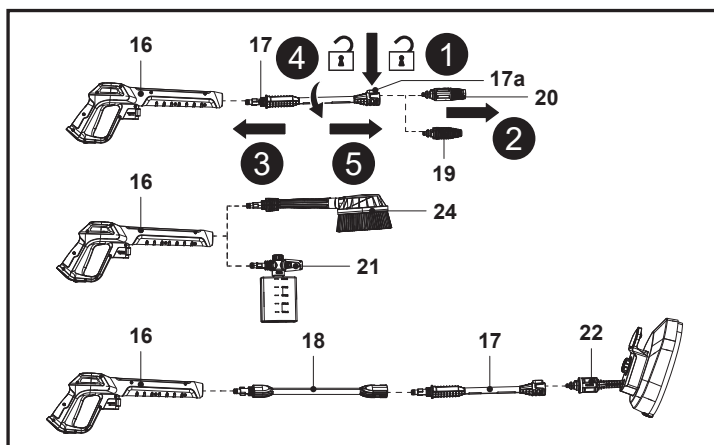

Fig. 6
**REMARQUE :** Lorsque deux composants sont connectés correctement, il est impossible de les séparer en tirant dessus. Pour une utilisation correcte, tous les accessoires du pistolet de pulvérisation doivent être insérés dans le pistolet de pulvérisation (16).
6. Pour déconnecter la buse, appuyer sur le bouton de verrouillage (17a) et le maintenir, puis retirer la buse assemblée (Fig. 6, étapes 1 et 2). Réinstaller la buse requise.
7. Pour déconnecter la lance télescopique (17), la pousser et la tourner dans le sens antihoraire pour la retirer (Fig. 6, étapes 3, 4 et 5).
8. Pour déconnecter la buse pour flacon de détergent (21), la brosse rotative (24) ou la perche télescopique (18) du pistolet de pulvérisation (16), la pousser et la tourner dans le sens antihoraire pour la retirer. Réinstaller l'accessoire du pistolet de pulvérisation requis.